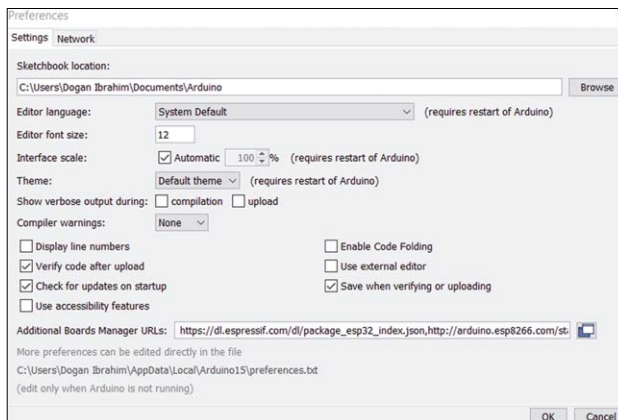

Figure 18.11 Installation de l'ESP8266 sur l'IDE Arduino
- Cliquez **Fichier -> Préférences** et saisissez les informations suivantes au bas de l'écran, comme indiqué à la figure 18.11. Si vous avez déjà une autre URL, séparez-les avec une virgule et cliquez sur **D'accord**